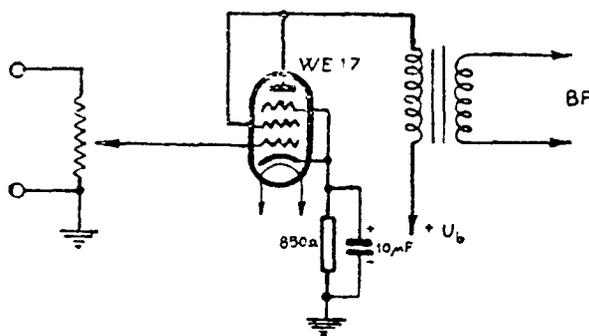

Fig. 13.40. - WE17 triodo finale (V. anche la fig. 13.50).
**3. Come triodo (placca unita a schermo) fig. 13.40:**